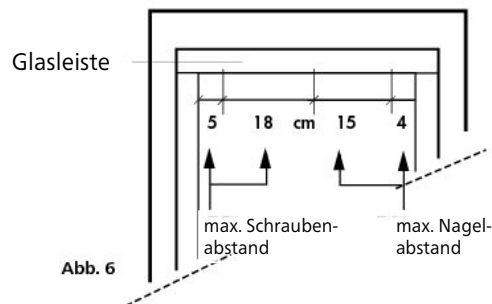

Abb. 6
10. Die Montage der Glasleisten erfolgt vorteilhaft mittels Schrauben; Schraubenabstand siehe Abb. 6. Falls mit Nägeln gearbeitet wird, unbedingt verzinkte Stahlnägel verwenden. Nagellänge gleich zweimal Glasleistendicke; Nagelabstand siehe Abb. 6.